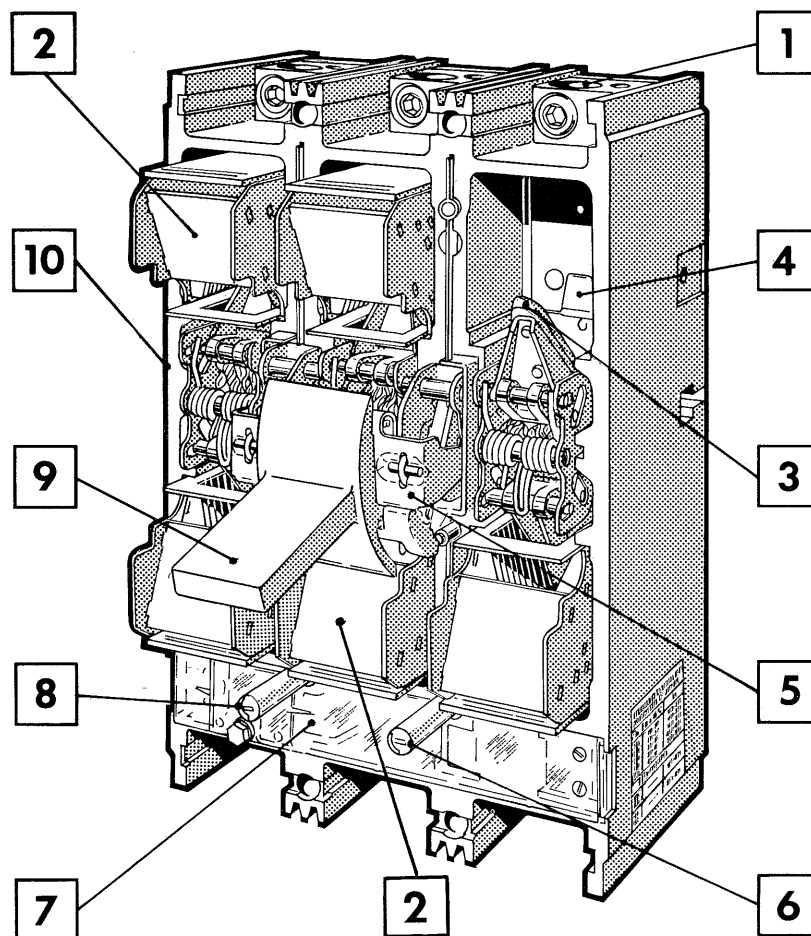

Fig. 1
**1. DESCRIZIONE****1.1. Parti fondamentali (fig. 1)**
**1. DESCRIPTION****1.1. Main components (fig. 1)**